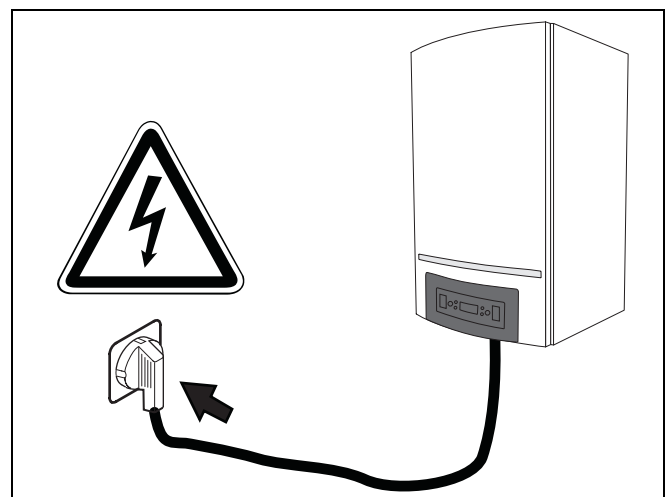

fig. 19 Netstekker in wandcontactdoos steken
- Steek de netstekker van het cv-toestel in een wandcontactdoos met randaarde (230 VAC/50Hz) (→ fig. 19).